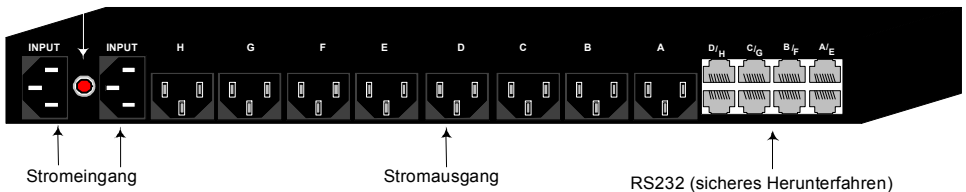

Abbildung 3 RPS-Manager und Slave Rückseite
1. Schließen Sie den RJ11-Stecker an den entsprechenden RS232-Anschluss auf der Rückseite des RPS an. Siehe oben, Abbildung 3. Wenn der Computer beispielsweise an den Stromausgang D angeschlossen ist, schließen Sie den RJ11-Stecker an den RS232-Ausgang D an.